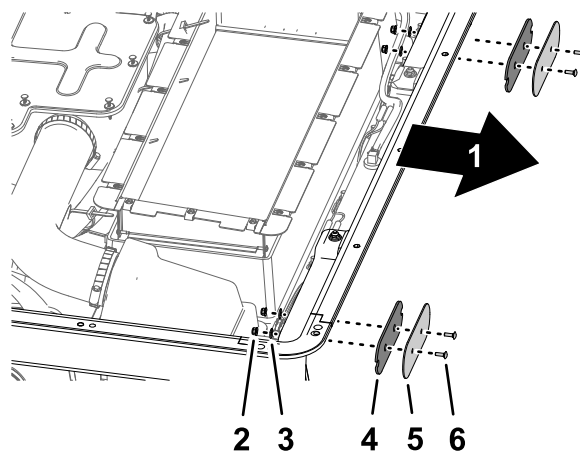

Figure 33
1. À l'avant du pavillon intérieur, retirez les 2 boulons de carrosserie (n° 10 x 5/8 po), les 2 rondelles (n° 10) et les 2 contre-écrous à embase (n° 10) qui fixent la protection de feu avant et le joint au pavillon intérieur, et déposez la protection et le joint (Figure 33).
1. À l'arrière du pavillon intérieur, retirez les 2 boulons de carrosserie (n° 10 x 5/8 po), les 2 rondelles (n° 10) et les 2 contre-écrous à embase (n° 10) qui fixent la protection de feu arrière et le joint au pavillon intérieur, et déposez la protection et le joint (Figure 33).